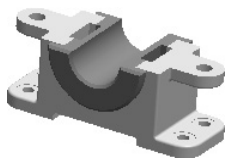

图 7.11.2 添加轴套零件
(1) 引入零件。进入装配环境后，系统会自动弹出“开始装配体”和“打开”对话框；在“打开”对话框中选取 D:\sw18.1\work ch07.11\down\_base.SLDPRT，单击 **打开** 按钮。
(2) 单击“开始装配体”对话框中的  按钮，零件固定在原点位置。
Step3. 添加如图 7.11.2 所示的轴套并定位。